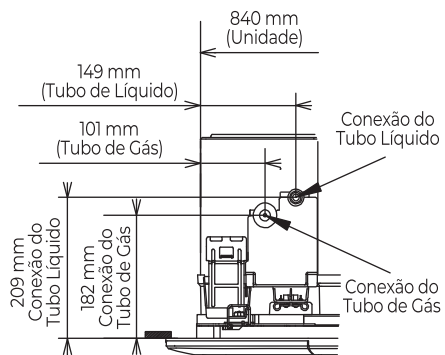

Fig. 4.1. Posição da Conexão da Tubulação
1. A posição da conexão da tubulação é mostrada na Fig. 4.1